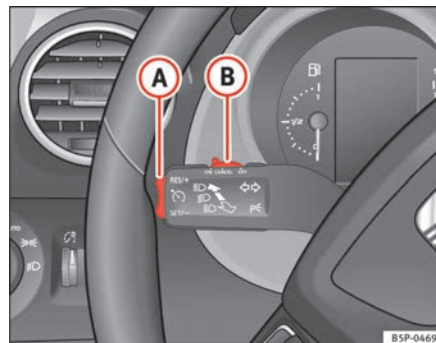

Fig. 146 Palanca de intermitentes y de luz de carretera: conmutador y tecla basculante para el regulador de velocidad
- Mueva el mando ➔ fig. 146 **(B)** hacia la izquierda hasta la posición **ON**.